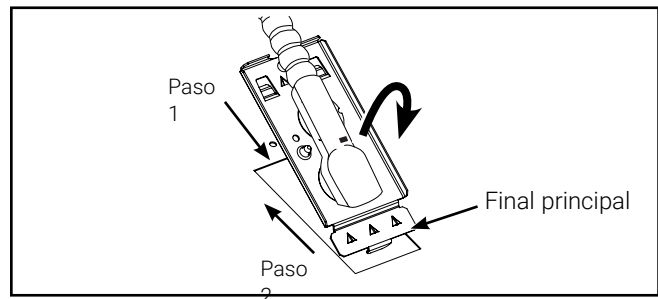

Figura 2.
4. Retire la placa de acceso eléctrico y remueva los huecos necesarios de la placa de acceso para fijar el cable de alimentación eléctrica (Figura 2).
- Paso 1: Para insertar la placa de acceso, gire hasta que el extremo delantero esté dentro del cableado (Figura 2).